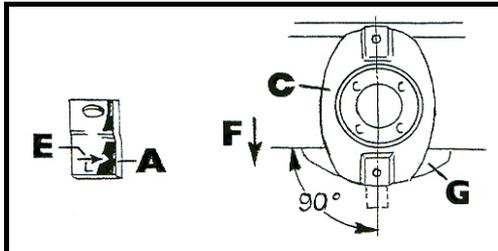

Abbildung 44: Messerklinge, Stellung Mähscheibe
Bringen Sie zum Wechseln der Klingen die Mähscheibe in **Stellung (C)** in **Fahrtrichtung (F)** entsprechend Abbildung 44.
Achten Sie hierbei darauf, dass die Unterkante des Messerzapfens in der **Ausbuchtung des Gleitschuhs (G)** (siehe Abbildung 44) liegt. Gleitschuh ggf. vorher säubern.